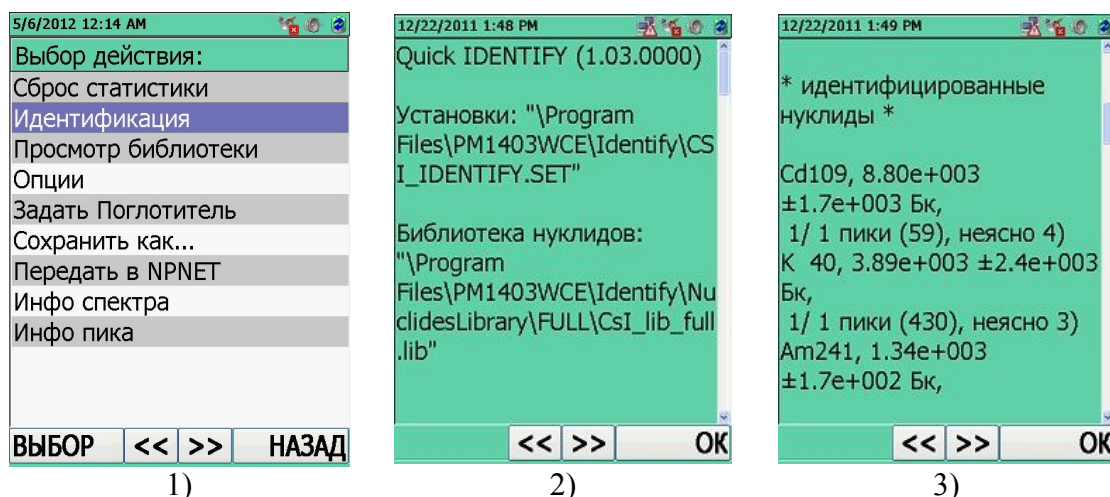

Рисунок 11.11
2) **"Идентификация"**. Запуск процесса идентификации радионуклидного состава вещества по накопленному спектру. Через некоторое время на ЖКИ отобразится отчет идентификации с полным перечнем идентифицированных радионуклидов, рисунок 11.11. Просмотр и пролистывание отчета осуществляется при нажатии кнопок джойстика ВВЕРХ/ВНИЗ или кнопок  . Идентификация радионуклидов происходит в области той библиотеки, которая установлена в режиме **"Настройки прибора"/"Идентификация"/"Библиотека"**, 11.2.6.2.